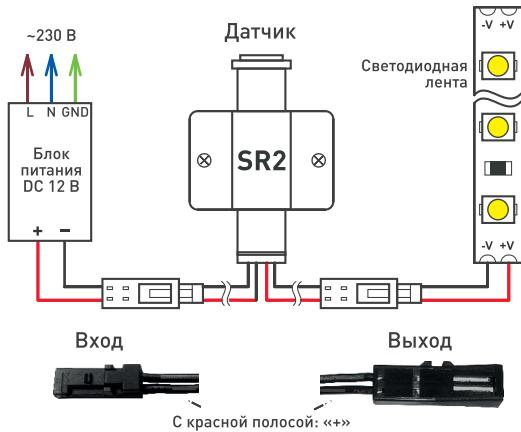

Рис. 4. Схема подключения.
- 3.3. Подключите светоизодную ленту к выходу датчика [рис. 4]. Соблюдайте полярность.